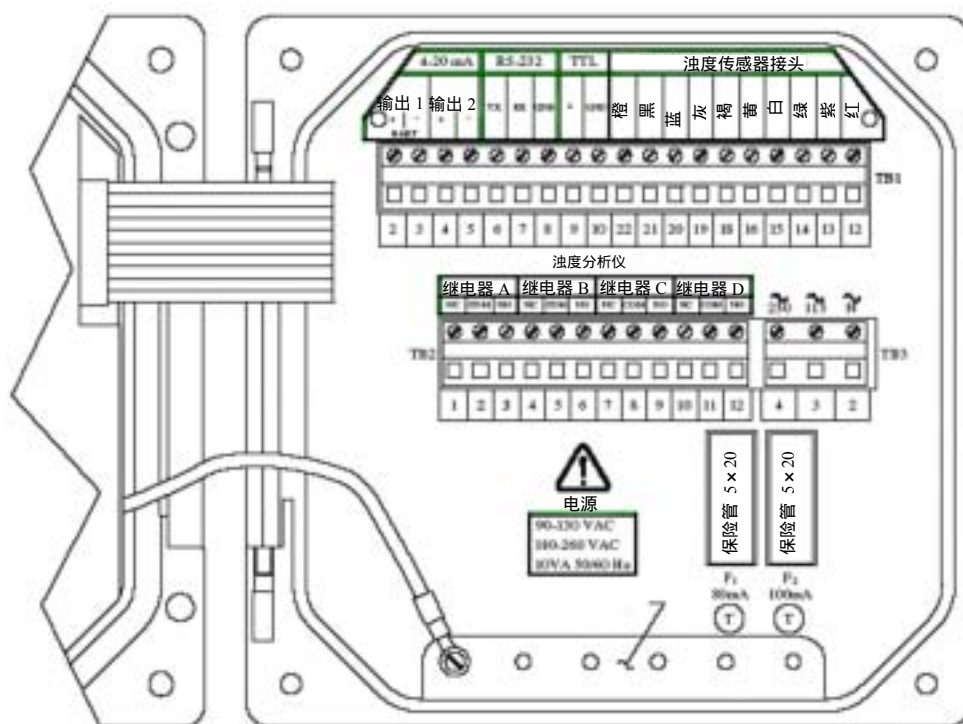

图2-8 用于序列号前缀带“B”的分析仪接线端名称
为了靠近接线端进行电气连接，旋开四个固定螺丝后打开上盖。图 2-8 或 2-9 表示接线端子排列和它们的名称。
- 序列号前缀带“B”分析仪的壳体底部（5 个开孔，图 2-8）的接地片